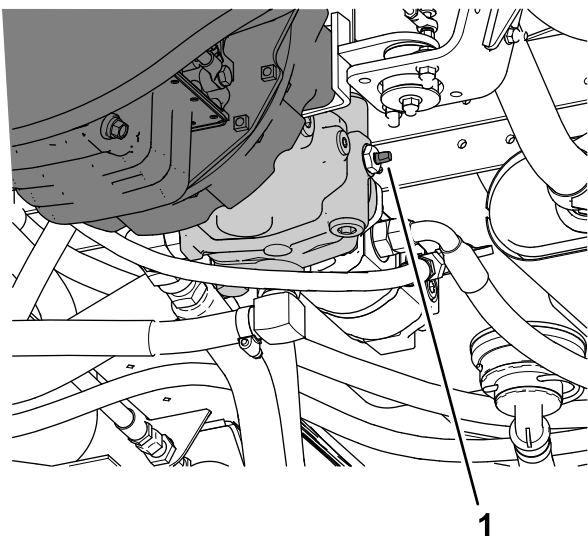

Figura 55
3. Gire la válvula de remolcado (Figura 55) 90° en cualquier sentido para abrirla.